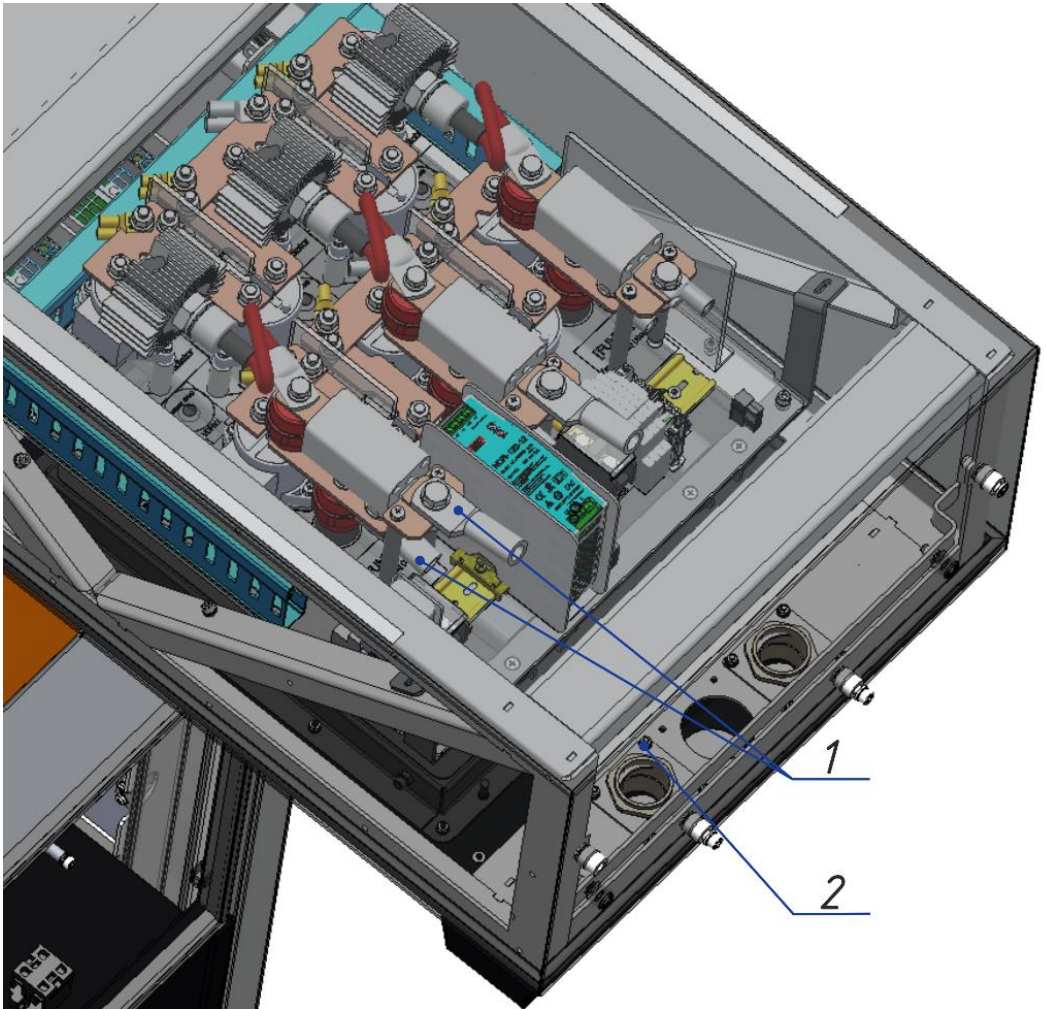

Рисунок 7.9 Підключення кабелю роз'єму
3. Відкрутити вушка траса 1 (Рисунок. 7.9).
5. Відкрутити гайку кабельного вводу 2 (Рисунок. 7.9).
1. Відкрити двері 1-4 зарядної станції (Рисунок 7.9).